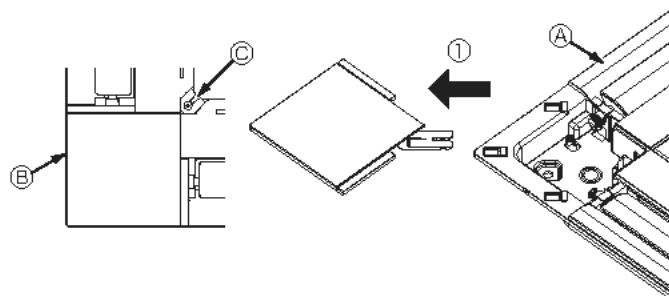

Fig. 10-4
10.2.2. Dépose du panneau d'angle (Fig. 10-4)
- Desserrez la vis au coin du panneau d'angle. Pour retirer le panneau, faites-le glisser dans le sens indiqué par la flèche (1).
- (A) Grille